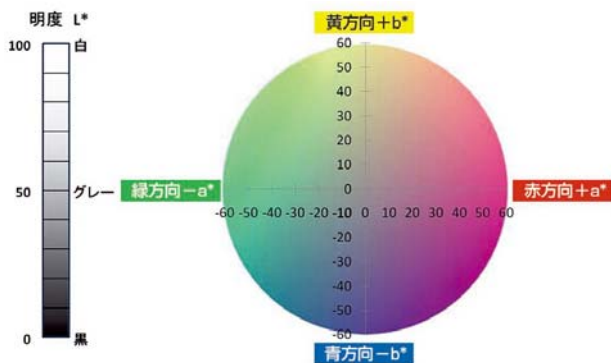

図1 $L^*a^*b^*$ 表色系色度図
郵便ポストの色は何色でしょうか。一般的な郵便ポストの色は「赤」ですが、①朱色、②あざやかな黄みの赤、③7R 4/14 ④ $L^*=41.37$ 、 $a^*=54.47$ 、 $b^*=33.60$ と表すこともできます。①は動植物・鉱物の固有名称などで表す慣用色名、②は色そのものを表す基本色名と修飾語で表す系統色名、③は色相・明度・彩度（色の三属性）で色を尺度化したマンセル表色系、④は色彩管理などで広く用いられている $L^*a^*b^*$ 表色系（図1参照）による表示方法です。